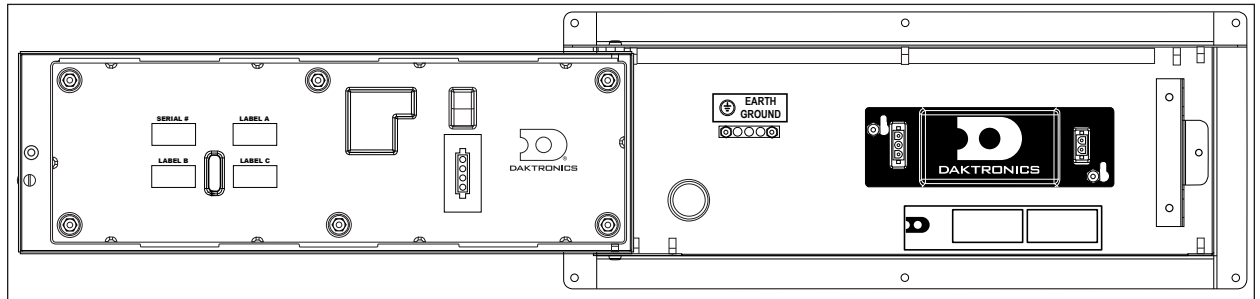

Figure 23: Emplacements des composants internes
3. La prise d'alimentation est reliée à l'intérieur du boîtier à la couche arrière de l'afficheur, comme indiqué en **Figure 23**, et son emplacement varie selon la taille de l'afficheur.